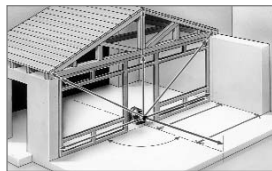

Bild 1
- Beim Aufstellen von Trennwänden richten Sie den Referenzstrahl parallel zur Wand aus (Bild 1).